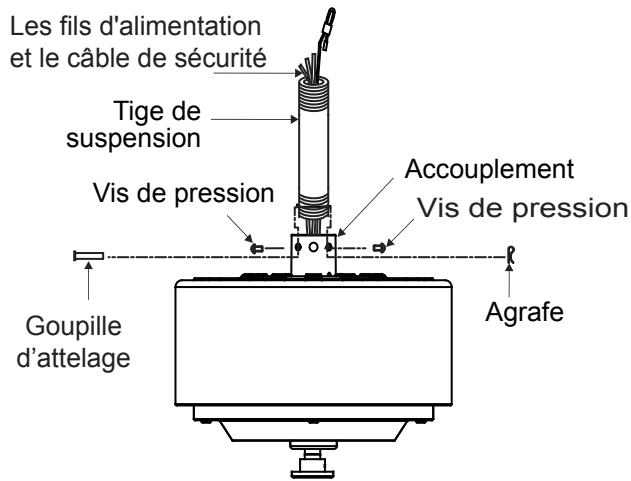

Fig. 9
Étape 7. Desserrez les deux vis de pression et retirez la goupille d'attelage et l'agrafe de l'accouplement sur le dessus du moteur. (Fig. 9)
Étape 8. Faites passer avec soin les fils d'alimentation électrique et le câble de sécurité sortant du dessus du moteur du ventilateur par la tige de suspension. Vissez la tige de suspension dans l'accouplement jusqu'à ce que les trous de la goupille d'attelage soient alignés. (Fig. 9)
Ensuite, remettez la goupille d'attelage et l'agrafe en place. Serrez les deux vis de pression. (Fig. 9)